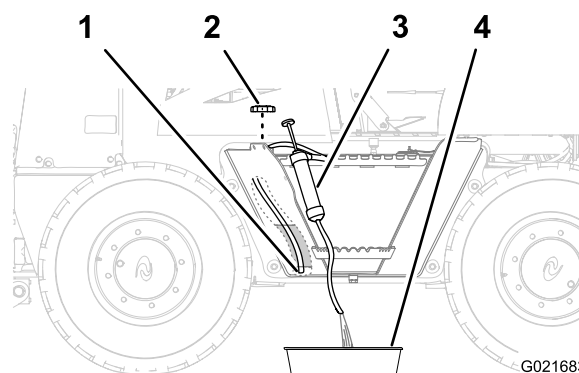

Bild 55
1. Nehmen Sie den Tankdeckel vom Kraftstofftank ab (Bild 55).
2. Verlegen Sie den Ansaugschlauch des Absauggeräts durch den Füllstutzen des Kraftstofftanks zur Unterseite des Kraftstofftanks (Bild 55).
3. Leiten Sie den Auslaufschlauch des Absauggeräts in eine Auffangwanne (Bild 55).
6. Schrauben Sie den Tankdeckel auf den Füllstutzen des Kraftstofftanks (Bild 55).